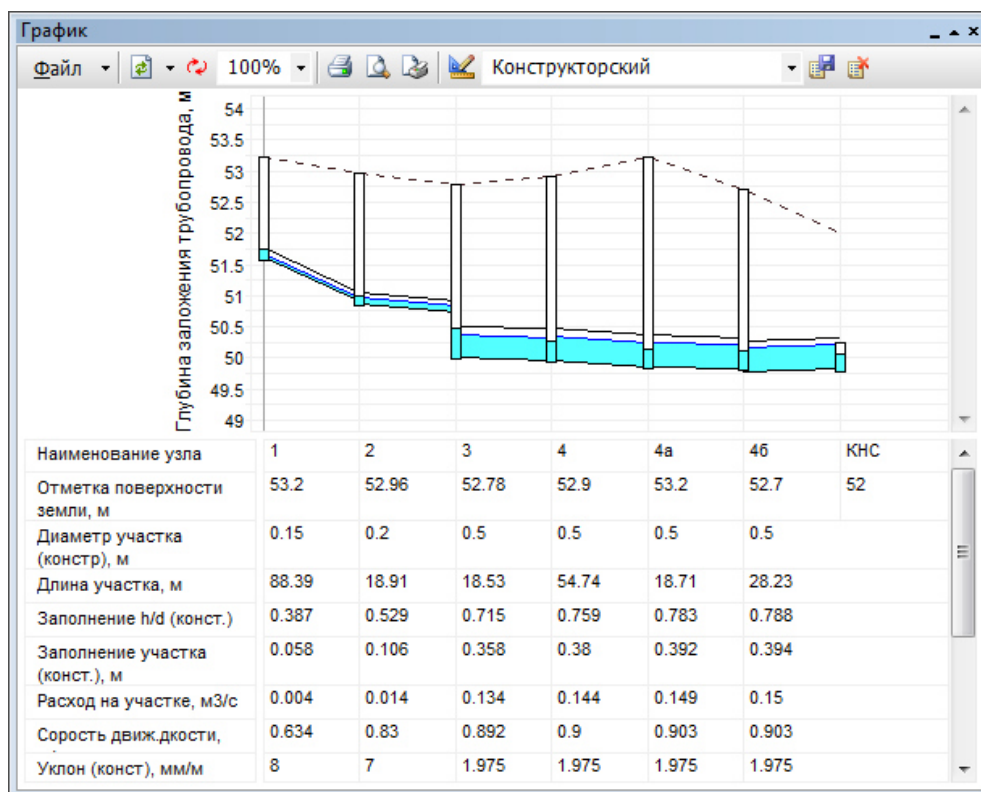

Рисунок 75. Пример продольного профиля
5. Выполните команду меню **Задачи|Пьезометрический график (канализация)**, либо нажмите кнопку **Пьезометрический график**  для построения продольного профиля. На экране отобразится следующее окно (Рисунок 75. «Пример продольного профиля»)